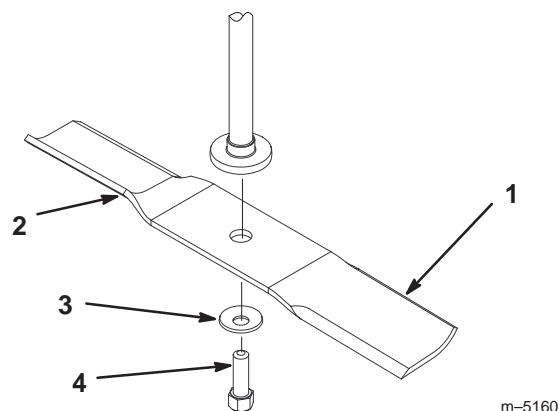
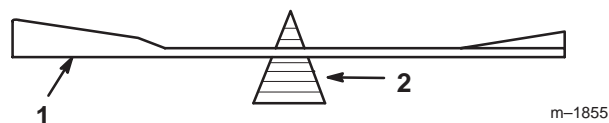

Figure 22
Figure 24
Tenez la lame à son extrémité avec un chiffon ou un gant épais. Enlevez de l'axe, le boulon de lame, la rondelle bombée et la lame (Fig. 22).
2. Vérifiez l'équilibre de la lame en la plaçant sur un équilibreur (Fig. 24). Si la lame reste horizontale, elle est équilibrée et peut être utilisée. Si la lame est déséquilibrée, limez un peu l'extrémité de la partie incurvée seulement (Fig. 22). Répétez la procédure jusqu'à ce que la lame soit équilibrée.
1. Placez la lame sur l'axe (Fig. 22).
2. Montez la rondelle bombée (face concave vers la lame) et le boulon de lame (Fig. 22). Serrez le boulon de lame à 47–88 Nm (35–65 pieds-livre).